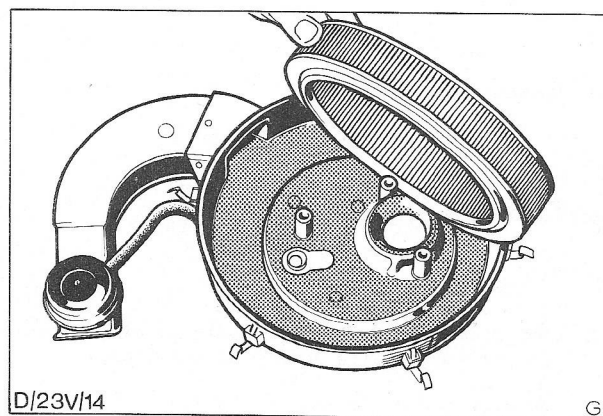

Fig. 35 Luchtfilterelement verwijderen (1,6 liter OHC-motor afgebeeld).
5. Verwijder het luchtfilterelement, Fig. 35.